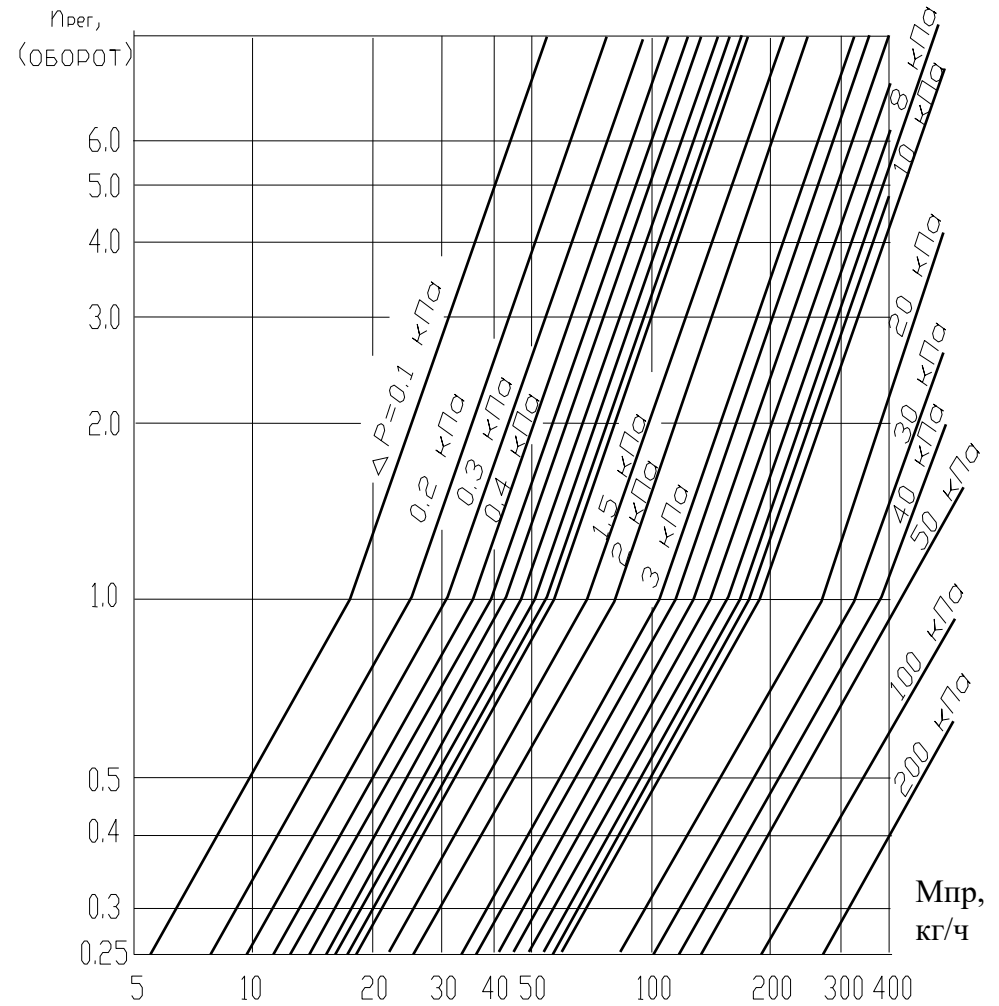

Рис. 3
- 5.2. Разметить места установки кронштейнов (см. рис.3). При этом следует учесть, что для оптимальной теплоотдачи расстояние между конвектором и полом, должно быть $100\text{-}120\text{ мм}$, а между конвектором и подоконником не менее 100 мм . При выполнении этой операции рекомендуется использовать упаковочную коробку, положив ее плашмя на пол. Расстояние между осями кронштейнов должно быть на 250 мм меньше длины конвектора. Если длина конвектора более $1,6\text{ м}$, то он комплектуется третьим кронштейном, который устанавливается посередине.
- 5.4. Установить конвектор на кронштейны в соответствии с рис. 3. При этом подпружиненные защелки кронштейнов зафиксируют кожух конвектора. Завернуть винты на защелках для предотвращения их возможного раскрытия. При монтаже конвектора напольного исполнения (ЭКОС) установить дополнительный кожух, закрепив его винтами и прижимными шайбами к кронштейнам в соответствии с рис. 4.
Последовательность монтажа конвектора на стене**Рис. 3**